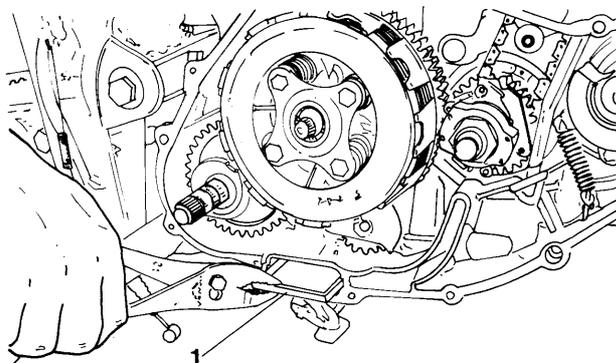

Bild 3
- Gleitschutzblech (7) und Kickstarter (2) abnehmen.
- Die Einstellmutter lösen und den Kupplungsseilzug (1) sowie den Dekompressorseilzug (4) an deren unteren Enden lösen.
- Die rechte Fussraste (5) entfernen.
- Den Bremsseilzug (3) am Bremspedal aushängen.
- Den rechten Kurbelgehäusedeckel (6) abnehmen.
- Das Ölfiltersieb («1» in Bild 3) herausziehen, reinigen und wieder einsetzen.